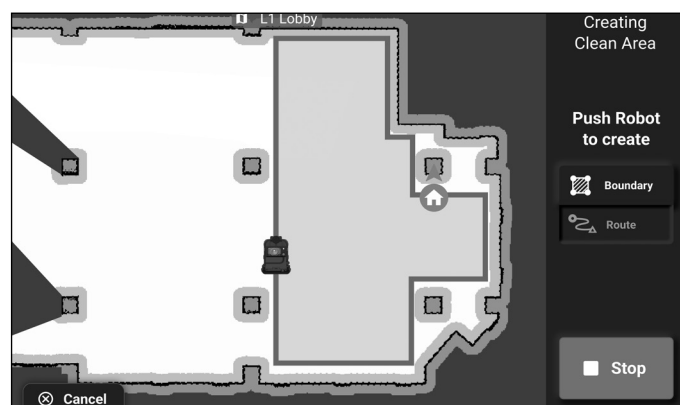

Figure 34
14. Lors de la création de la zone de nettoyage, le basculement entre le périmètre et le parcours est autorisé (**Fig. 34**).
15. Lorsque vous êtes satisfait, appuyez sur « Arrêter » (**Fig. 34**).